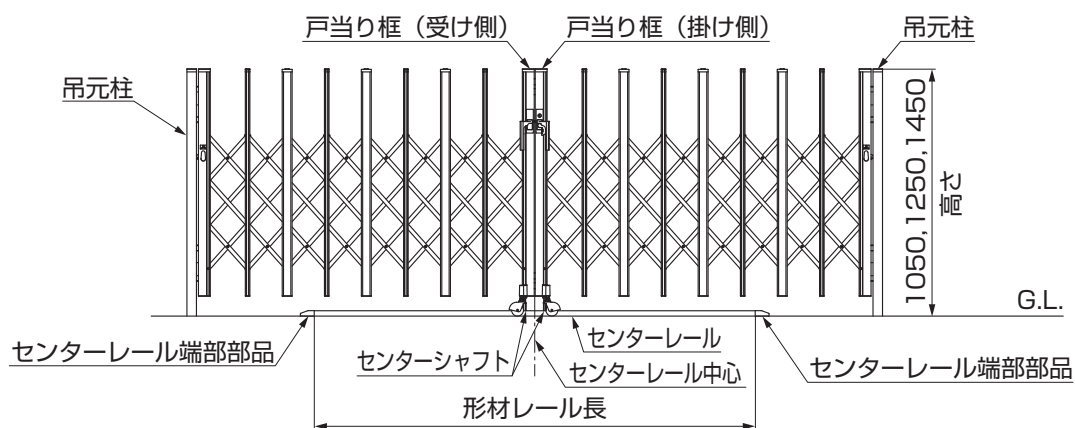

図11-3
①両開き仕様の場合は、「戸当り框（掛け側）」と「戸当り框（受け側）」の合わせ目が、センターレールの中心になるように施工してください。(図11-3参照)